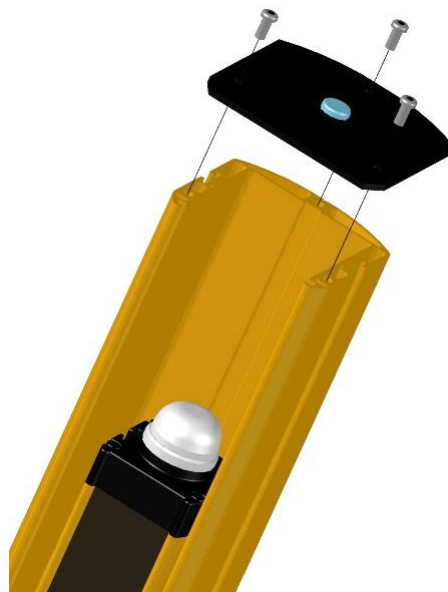

Figura 7
- Fissare il coperchio con livella come indicato in Figura 7, tramite le apposite viti in dotazione.